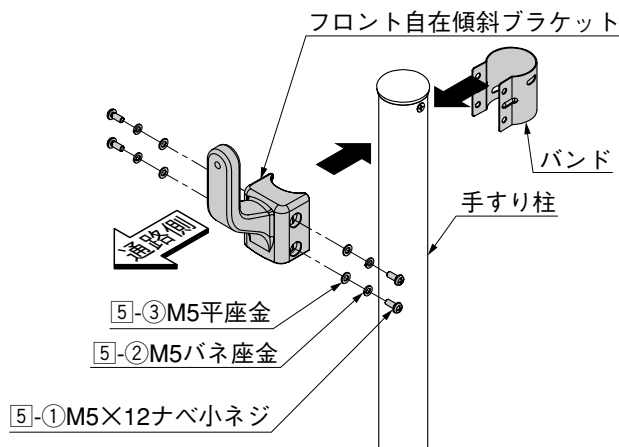

図1-4
- ① 図1-4を参照して、柱にフロント自在傾斜ブラケットとバンドを任意の高さに5-①、5-②、5-③で取付けてください。